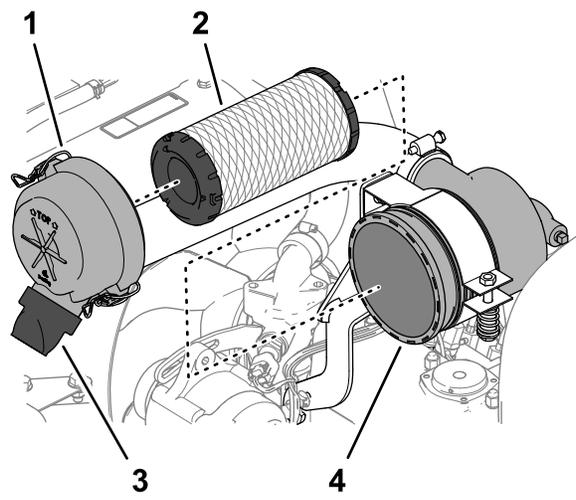

図 75
3. エアクリーナのカバーをボディーに固定しているラッチを外す (図 75)。